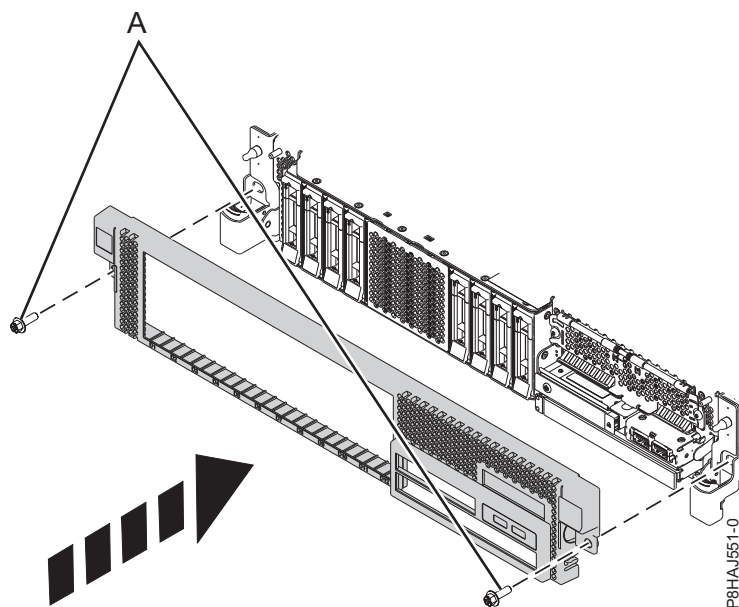

Figura 46. Instalar a tampa anterior
3. Feche os trincos de libertação ao empurrá-la na direcção mostrada em Figura 46 na página 63. A tampa fica encaixada e tem uma indentação que lhe permite segurá-la mais facilmente.
4. Substitua os parafusos de transporte (A).